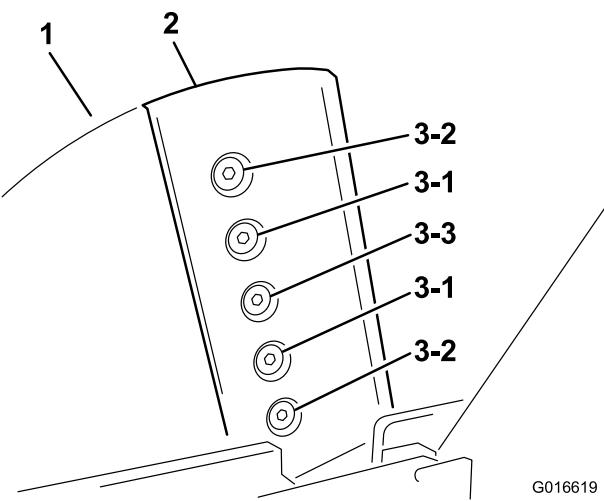

Figura 29
2. Gire el volante con un palo hasta que los pernos y las contratuerzas que sujetan las cuchillas al volante estén accesibles (Figura 29).
5. Apriete primero los pernos y las tuercas del centro, luego los tornillos y tuercas exteriores, y por último, apriete los pernos y tuercas interiores. Consulte la secuencia de apriete (Figura 29).